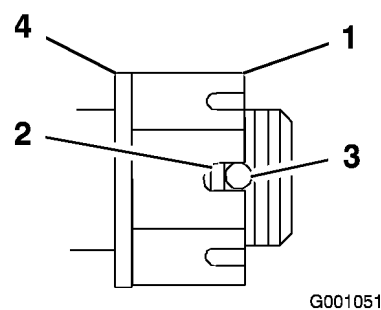

Figure 43
4. Serrez l'écrou crénelé à 170 Nm (Figure 43).
5. Mesurez l'espace entre la base de la fente de l'écrou et le bord intérieur du trou. On ne doit pas voir plus de deux filets (Figure 43).
7. Serrez l'écrou crénelé à 170 Nm (Figure 43).
8. Serrez l'écrou jusqu'à ce que la série de fentes suivante soit en face du trou de l'axe (Figure 43).